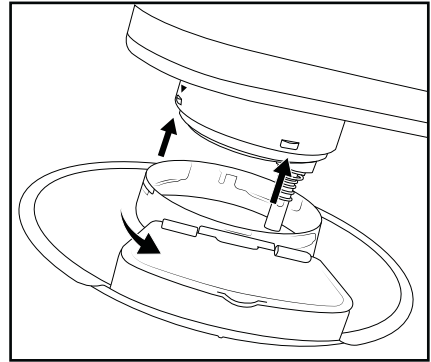

Fig. 1
- Placez le couvercle **9** de manière à ce que la flèche ▼ sur le bras pivotant **1** pointe sur le milieu de la flèche ↔ sur le couvercle **9** (fig. 1). La goulotte **8** indique le devant de l'appareil.